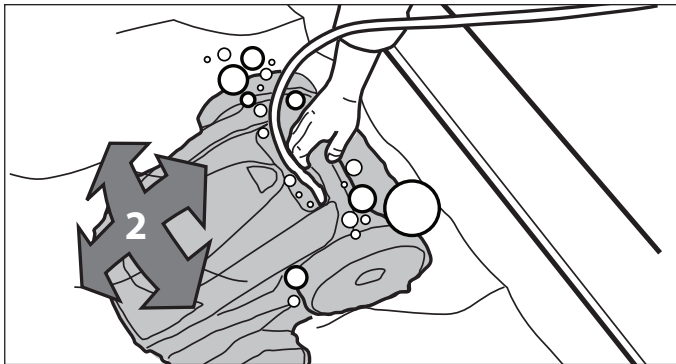

Figure 17. Nettoyeur en descendant au fond de la piscine
2. Assurez-vous que le nettoyeur descende jusqu'au fond de la piscine. Se référer à la Figure 17.